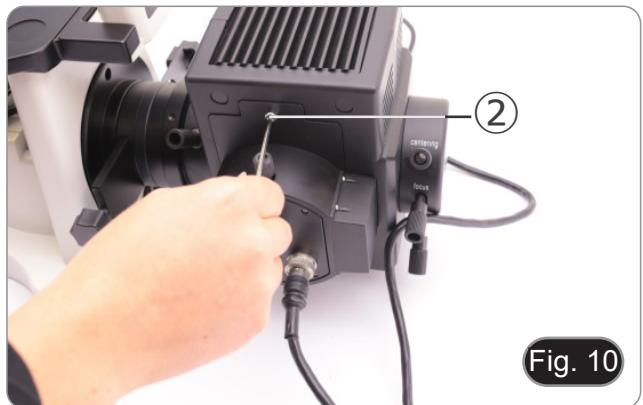

Fig. 10
1. Aflojar el tornillo ② completamente y extraer el porta lámpara. (Fig. 10)